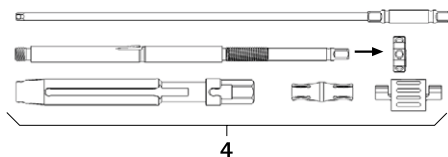

Fig. 2
- Démontez le levier de réduction 4, voir Fig. 2. Démontez entièrement le levier de réduction et dévissez l'écrou de serrage.